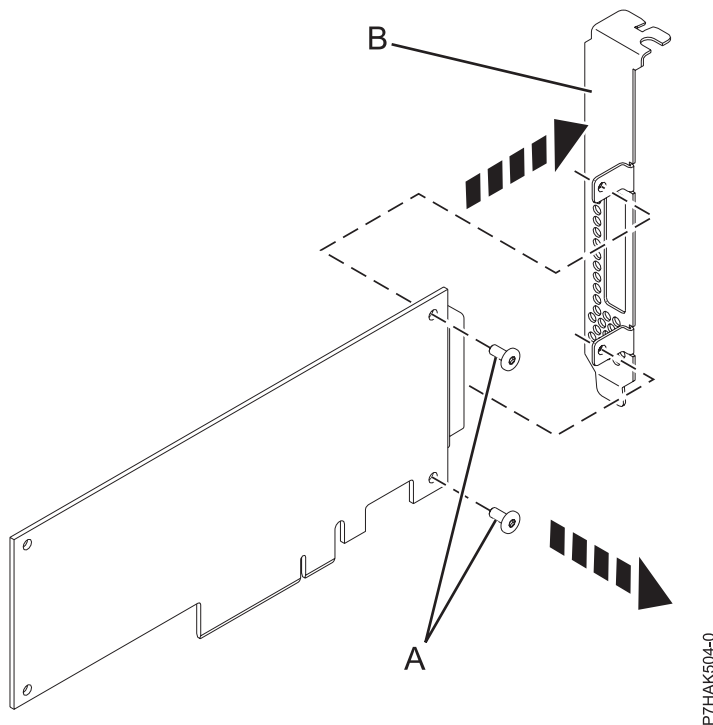

Figura 12. Extracció de la contrapunta de perfil alt d'un adaptador PCI nou
7. Mitjançant un tornavís Phillips, aflixeu els dos cargols de retenció (A) que subjecten la contrapunta (B) a l'adaptador PCI nou, tal com es mostra a la Figura 12 a la pàgina 25.